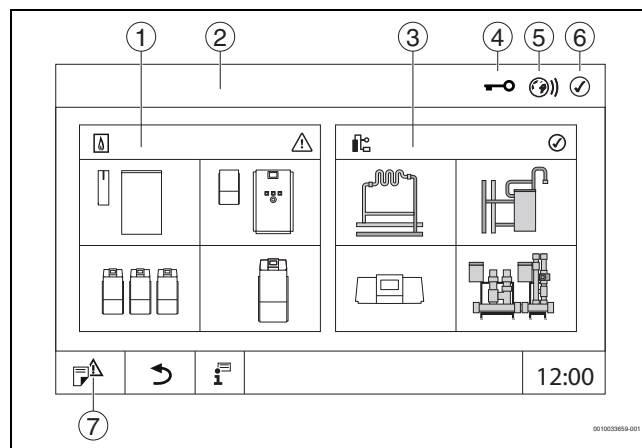

Fig. 11 Panoramica di sistema (esempio)
- Toccare **Impianto** (→ fig. 11, [3], pag. 13).